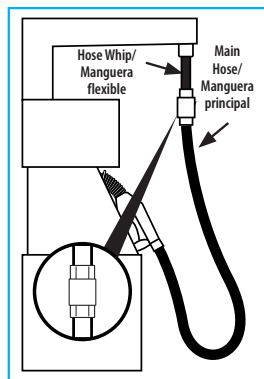

Figure 2/Figura 2
- Install breakaway into whip hose from the dispenser first (see FIG 2).
- Instale el acoplamiento de seguridad tipo “breakaway” en la manguera flexible primero desde el surtidor (consulte la FIG. 2).